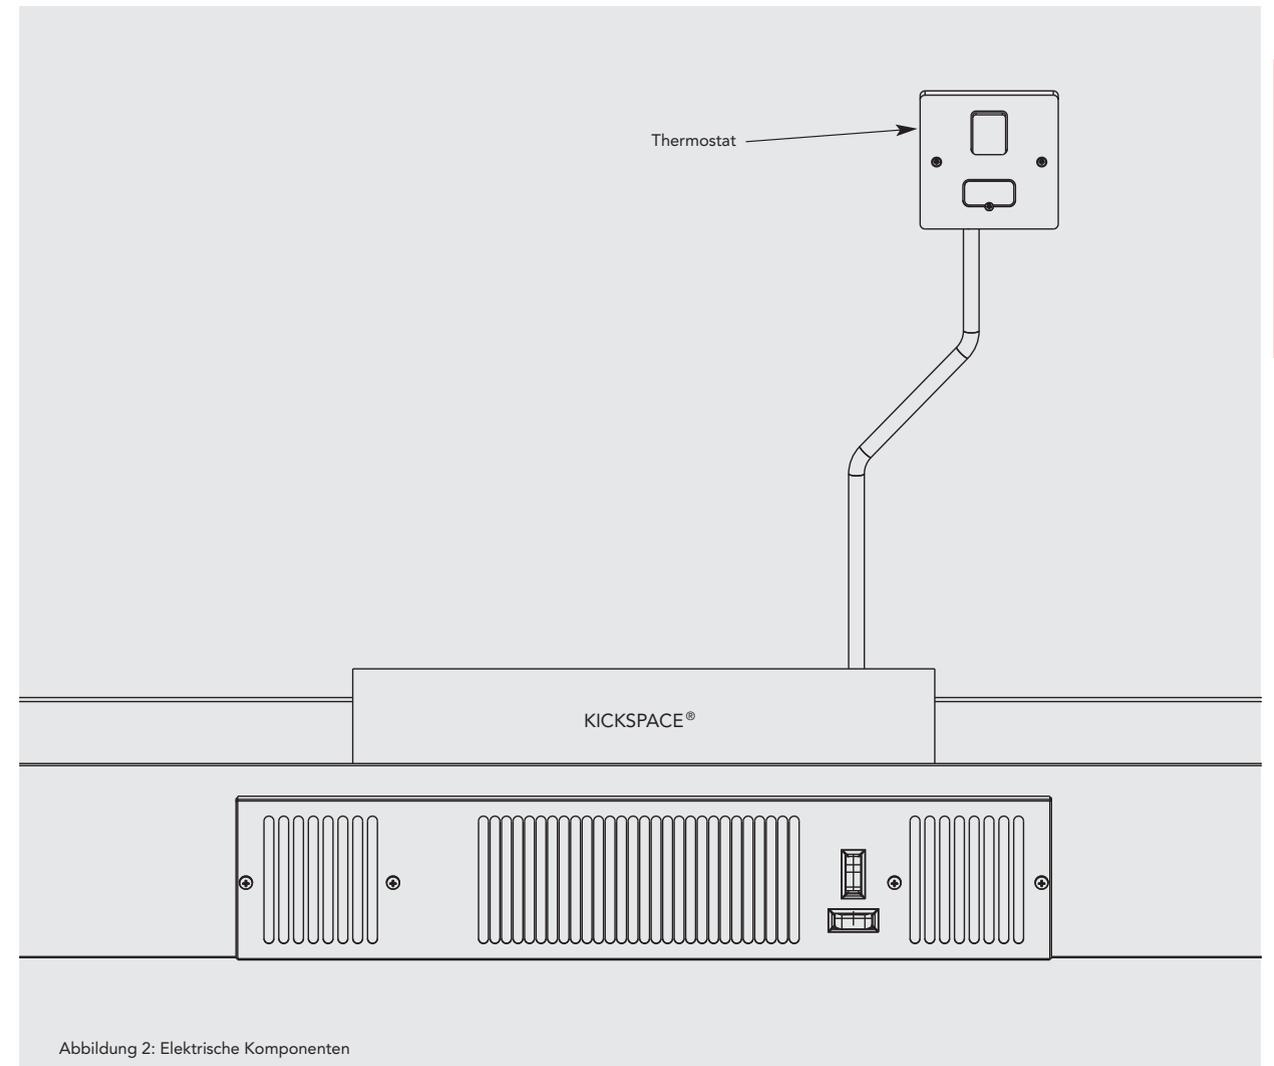

Abbildung 2: Elektrische Komponenten
- Ein elektrischer Schalter mit Sicherung und 3 mm Abstand an allen Polen muss an einem leicht zugänglichen Ort in der Nähe des Geräts angebracht werden (siehe Abbildung 2).